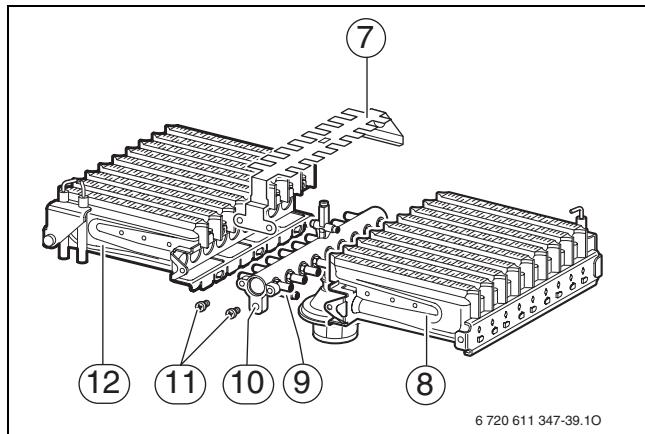

Рис. 38
- ▶ Осторожно снять соединитель с запального электрода (1) (→ рис. 38).
- ▶ Осторожно вынуть штекерный соединитель на электроде контроля пламени (5).
- ▶ Отвинтить крепежный уголок (3).
- ▶ Ослабить накидную гайку под горелкой и осторожно снять узел горелки (4).
- ▶ Снять винты (11) (→ рис. 38).
- ▶ Снять перемычку перекрестного розжига (7).
- ▶ Вывинтить винты в точках крепления (9). Снять левую и правую части горелки (12 и 8) с коллектора форсунок (10).